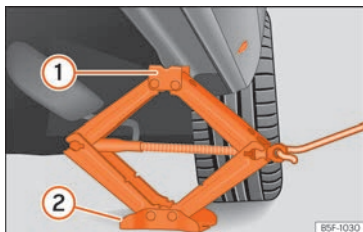

Fig. 40 Longherone: posizionamento del cric del veicolo.
- Ruotare la manovella del cric*, posto sotto il punto di appoggio del longherone, per alzarlo finché la linguetta ① » » » fig. 40 non avrà raggiunto l'alloggiamento previsto.
- Allineare il cric* in modo tale che la linguetta ① "si agganci" nell'apposito alloggiamento del longherone e la piastra di base mobile ② resti appoggiata al suolo. La piastra di base ② deve cadere sul lato verticale rispetto al punto di appoggio ①.